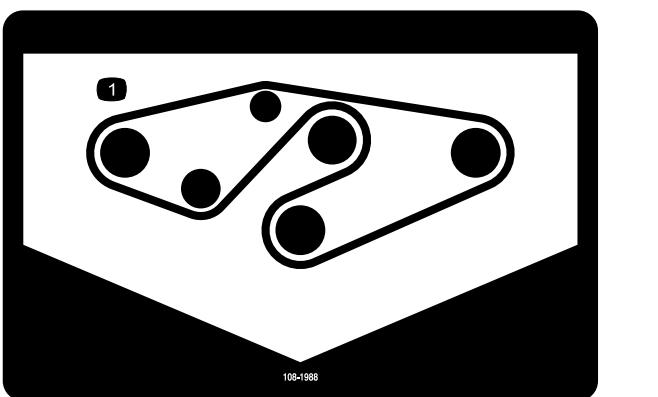

图 35
4. 如图 35 所示绕着花键皮带轮和怠轮皮带轮组件摆放新皮带。